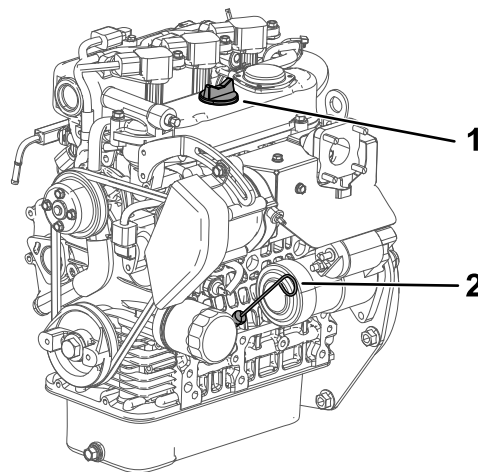

図 16
2. ディップスティックを抜ききれいなウェスで一度拭く 図 16。
3. ディップスティックを、チューブの根元までもう一度しっかりと差し込む 図 16。
4. ディップスティックをもう一度抜きとってオイルの量を点検する 図 16。
5. オイルの量が不足している場合は、補給口のキャップ 図 16 を取り、ディップスティックの FULL マークまで補給する。
6. ディップスティックをしっかりと差し込んで終了 図 16